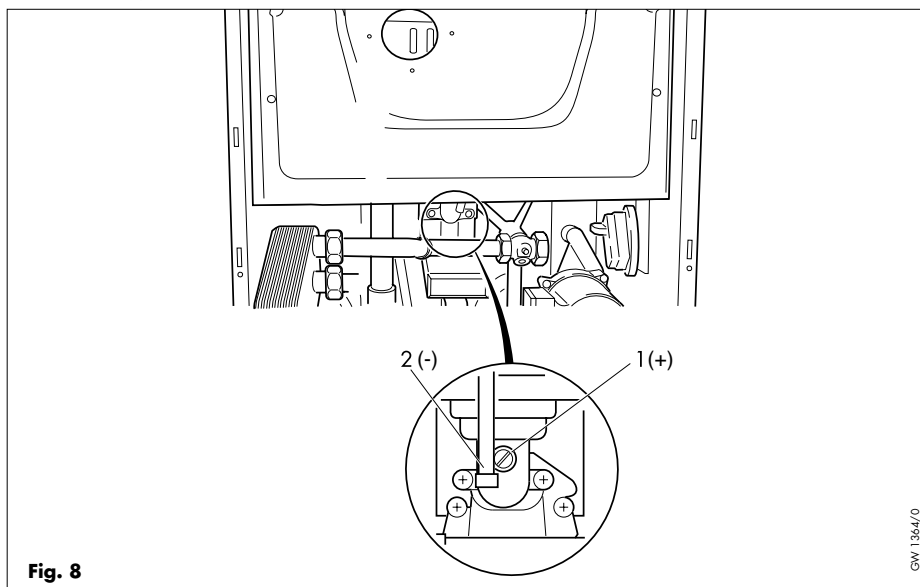

Fig. 8
- Sluit de U-buismanometer aan op de branderdrukmeetpunten (1+ en 2-, fig 8), draai de afsluitschroef in de branderdrukmeetnippel enige slagen los en verwijder het afsluitdopje uit de slang.